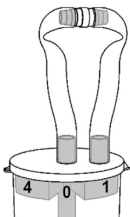

Abb. 4
9. Verbind beide slanguiteinden stevig met de slangkoppeling. De zuigpoliepvat is dus verzegeld (Fig. 4).